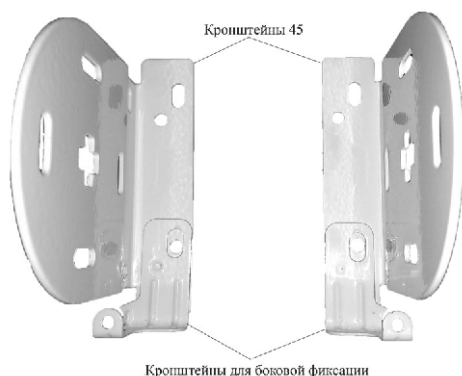

Рис.3. Установка кронштейнов для боковой фиксации
3. Просверлить отверстия под кронштейны, при необходимости вставить дюбели*. Если изделие с опцией боковой фиксации (только для моделей Классика LVT и Пружина 32мм LVT), то наложить кронштейны для боковой фиксации на обычные кронштейны, как показано на рис.3. Прикрутить кронштейны саморезами*.